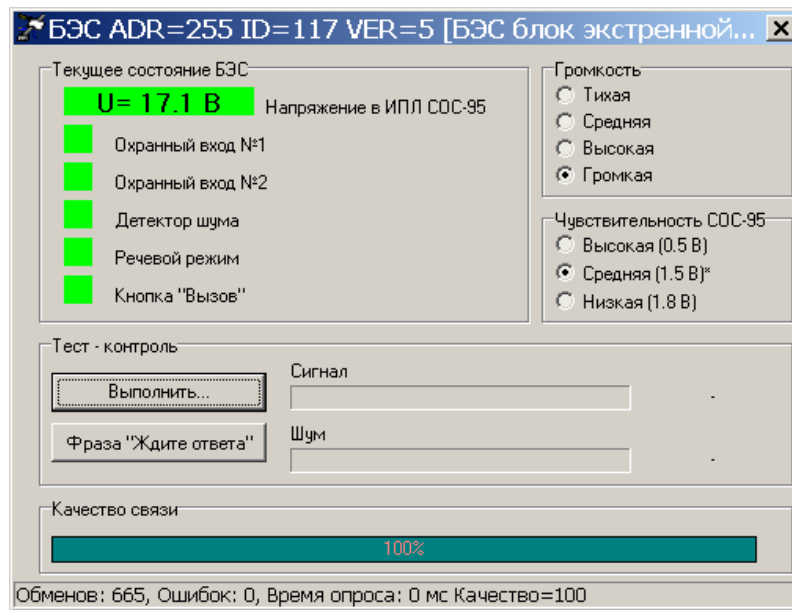

Рисунок 18
5) Выбрать в таблице БЭС с требуемым адресом (кнопка «Тест»). В открывшемся окне выбрать вкладку «Порог» и установить значение чувствительности приема интерфейса СОС-95 (рисунок 18). Чувствительность зависит от расстояния до БКД-М: если линия длинная, то устанавливают высокую чувствительность, если короткая — то низкую.
8) Установить требуемую громкость воспроизведения речи БЭС. Выбрать в таблице БЭС с требуемым адресом (кнопка «Тест»). В открывшемся окне установить значение громкости (рисунок 18).
2) В открывшемся окне проверить следующие параметры БЭС (рисунок 18):
Открыть дверцу (крышку) корпуса переговорного устройства, где установлен БЭС и проверить поступление сигнала красного цвета «Охранный вход 1» в сервисной программе RASOS (рисунок 18). Закрыть дверцу (крышку) корпуса и проверить поступление сигнала зеленого цвета.
сигнала красного цвета «Охранный вход 2» в сервисной программе RASOS (рисунок 18). Проверить возвращение датчика удара в исходное состояние и поступление сигнала зеленого цвета.
Вызвать срабатывание датчика акустического шума, например хлопком руками, и проверить поступление сигнала красного цвета «Детектор шума» в сервисной программе RASOS (рисунок 18). Проверить возвращение датчика в исходное состояние и поступление сигнала зеленого цвета.